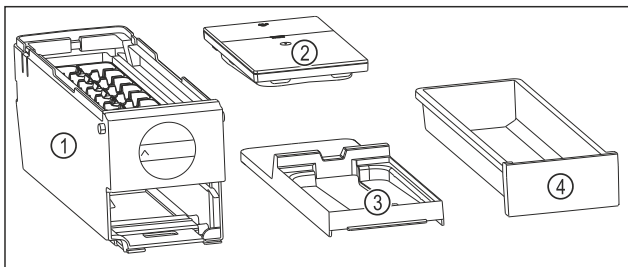

Fig. 138 Composants de l'EasyTwist-Ice
- ▷ L'EasyTwist-Ice est démonté en quatre parties. (voir Fig. 138)
- ▶ Ne démonter l'EasyTwist-Ice que de la manière illustrée. (voir Fig. 138)
- ▶ Nettoyer le corps de l'EasyTwist-Ice Fig. 138 (1) dans son ensemble.